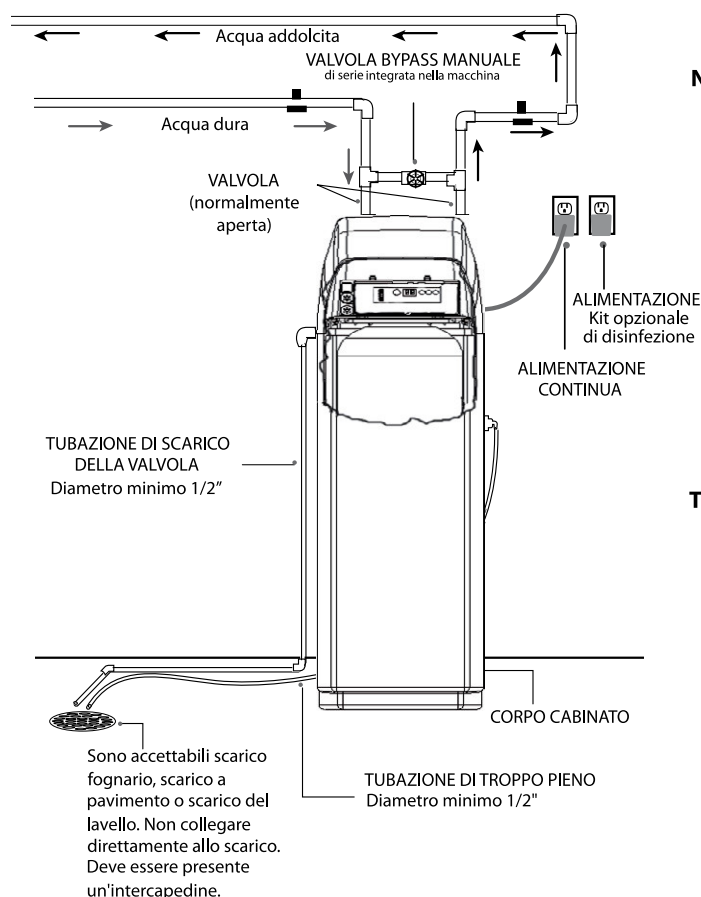

Figura 6
4. Interrompere l'erogazione dell'acqua nell'abitazione. Aprire il rubinetto più alto dell'impianto idraulico, quindi il più basso (non è possibile lavorare con i tubi pieni d'acqua). Eseguire le modifiche necessarie alle tubazioni per collegare il filtro all'impianto idraulico dell'abitazione (vedere la Figura 6).